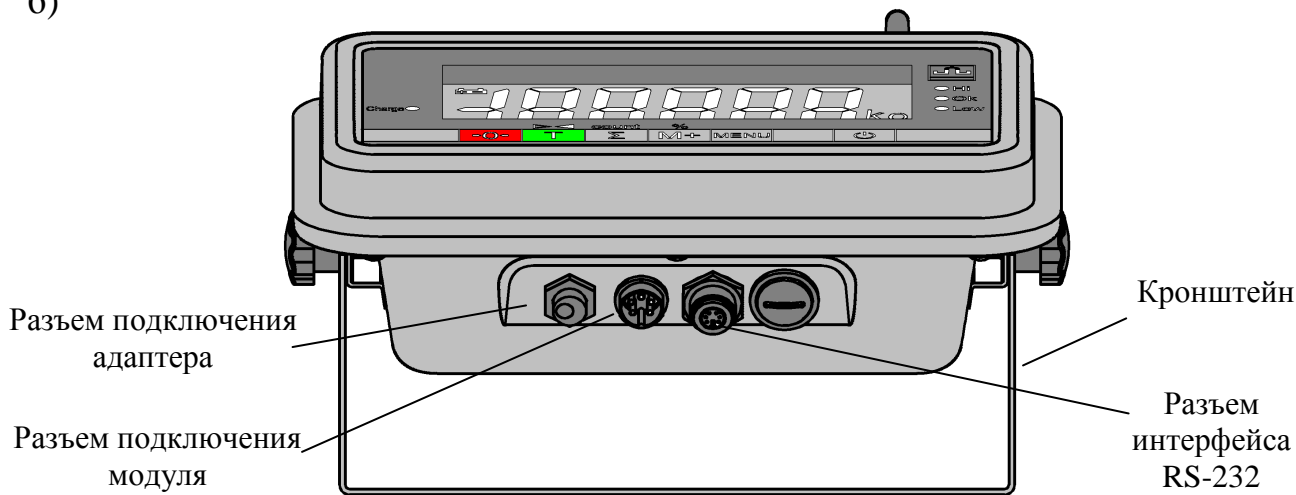

Рис. 3.2 - Терминал АВ/4D (АВ.В/4D)
4.1.2.3 Включить терминал (расположение выключателей см. на Рис. 3.1, Рис. 3.2).
- выключить терминал (расположение выключателей см. на Рис. 3.1, Рис. 3.2).